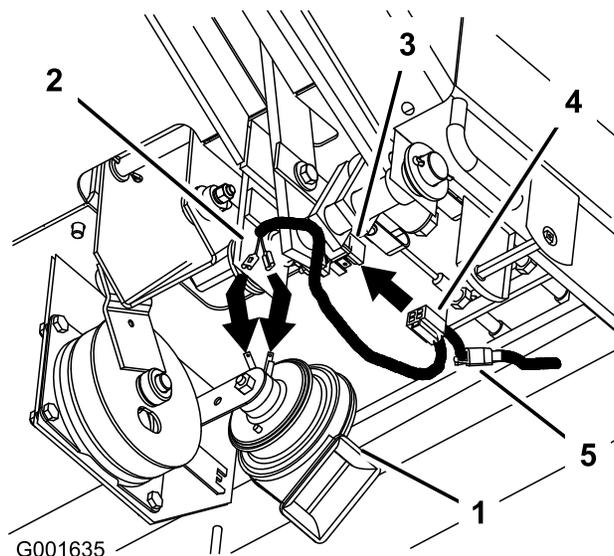

Figura 19
1. Debajo de la chapa del suelo, conecte los dos terminales de conexión rápida al claxon (Figura 19).
2. Conecte el conector del interruptor de freno al nuevo interruptor de freno (Figura 19).
3. Conecte el arnés nuevo al conector del interruptor de freno (Figura 19).